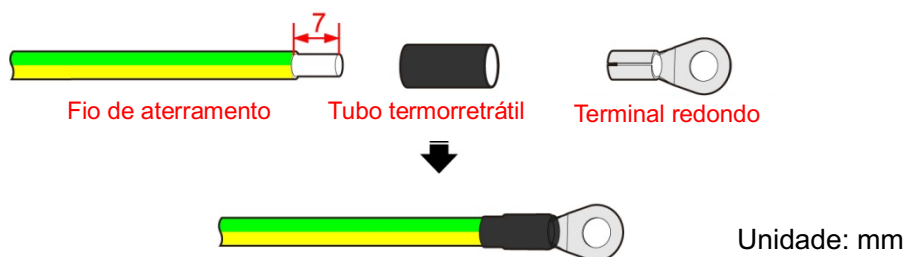

Figura3-13 Crimpe o fio de aterramento
- Etapa 1 Remova a camada de isolamento do fio de aterramento com o desencapador de fios e crimpe-o no terminal redondo fornecido como exibido na Figura3-13.